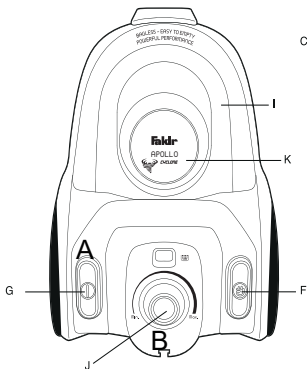

Bild 8
4. Stellen Sie die gewünschte Saugleistung am Saugleistungsregler „- / +“ durch Drehen an (**B**) ein. (Bild 8)